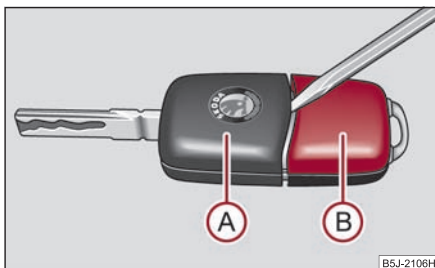

Fig. 33 Desfacerea cheii cu telecomandă
Fiecare cheie conține o baterie, care se găsește în capacul carcasei emițătorului (B) ⇒ fig. 33. Vă recomandăm să vă adresați unei unități autorizate pentru înlocuirea bateriei telecomenzii. Dacă doriți totuși să înlocuiți singur bateria, procedați în felul următor:
- Desprindeți cheia (A) ⇒ fig. 33 cu ajutorul unei șurubelnițe de carcasă (B).